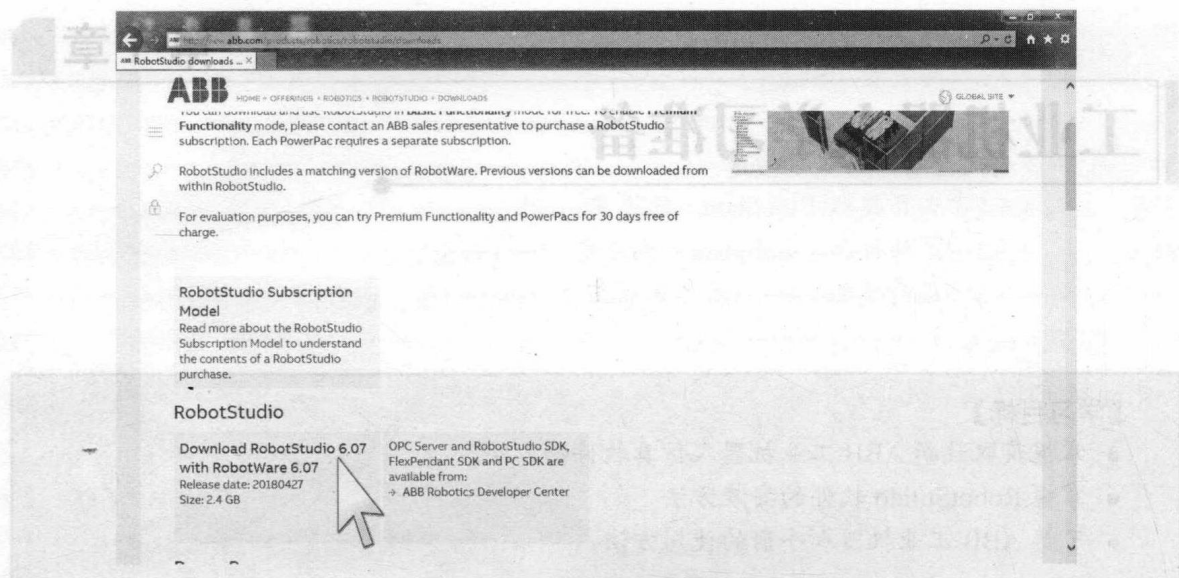
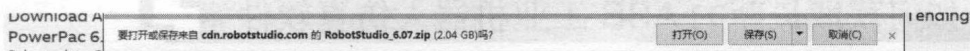

图 1.2 RobotStudio 下载页面
图 1.3 下载提示界面
③ 进入图 1.2 页面后就可以找到最新版的 RobotStudio 了,在鼠标指针处直接单击即可下载,很方便。下载提示界面如图 1.3 所示。